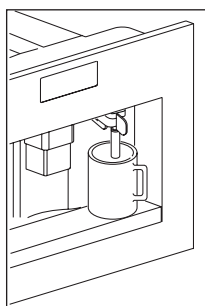

Fig. 12
- ▶ Puneți o ceașcă sub duza de apă fierbinte (Fig. 12). Dacă duza de apă fierbinte nu este introdusă, aparatul afișează INSERT WATER SPOUT (INTRODUCEȚI DUZA DE APĂ).